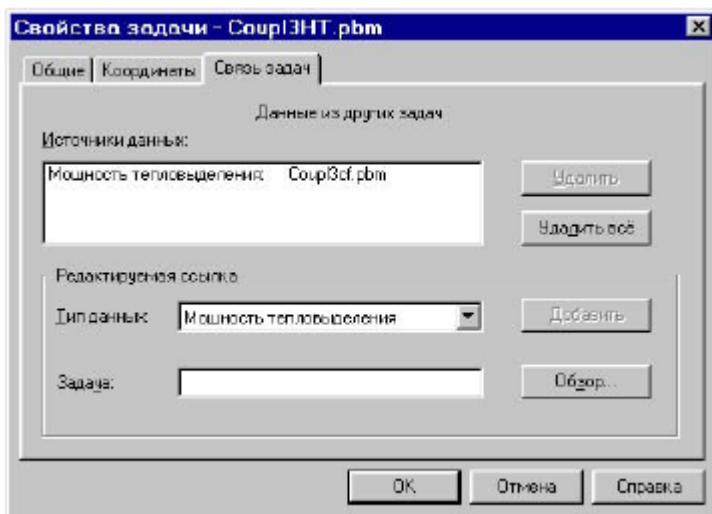

Рис. 24. Окно редактирования свойств задачи (вкладка «Связь задач»)
7. Закрыть окно диалога с помощью кнопки «ОК» (рис. 24, 25).